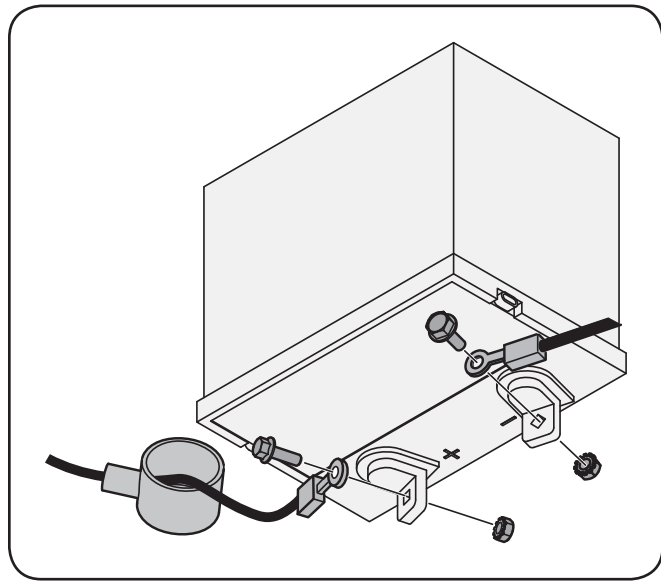

Figure 3-9
a. Enlevez le contre-écrou qui maintient l'un des boulons à épaulement d'une roue de guidage sur le plateau de coupe. Démontez la roue de guidage et le boulon à épaulement. Voir la Figure 3-9.